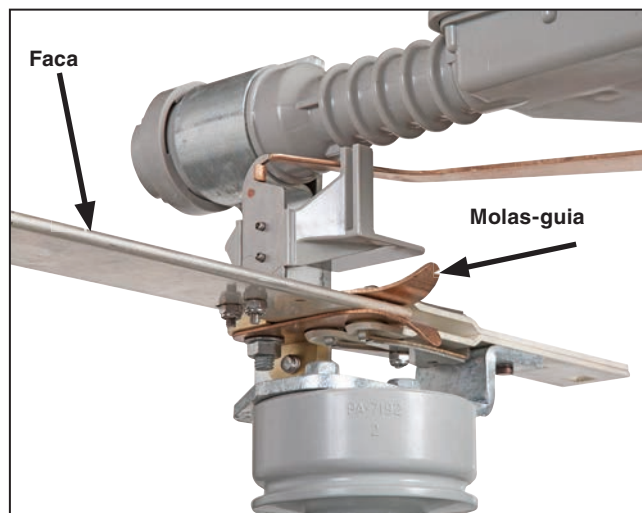

Figura 20. Conjunto faca e contato na posição totalmente fechada.
- (a) Com a alavanca de operação na excursão máxima na direção fechada, todos os contatos principais da chave devem estar na posição **Fechada** plena. Ver Figura 20.